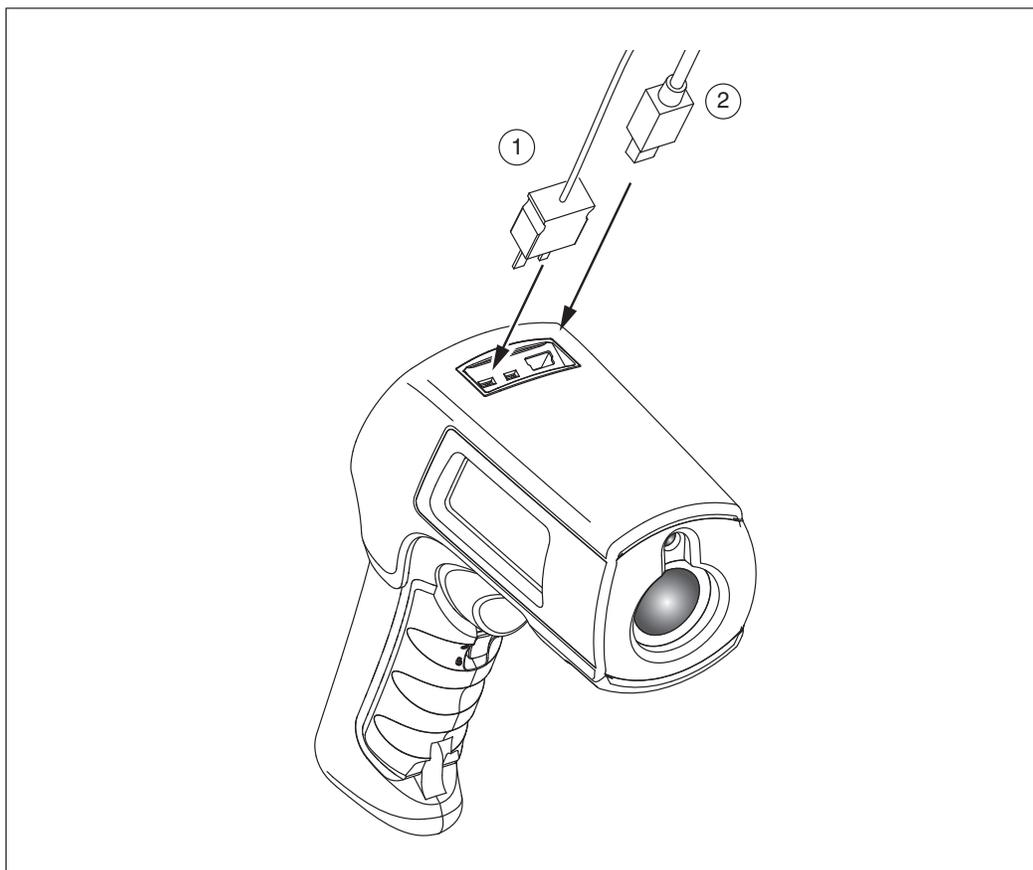

Figure 9. Connexions USB et de thermocouple
Les données stockées dans le 568 peuvent être téléchargées vers un ordinateur personnel (PC) à l'aide d'un cordon USB fourni et du logiciel de documentation FlukeView® Forms inclus. Reportez-vous à la documentation de FlukeView® Forms pour les détails L'entrée USB ② est située au sommet du thermomètre, près de l'entrée de sonde externe ① (voir Figure 9).
Les thermomètres sont fournis avec une sonde thermocouple de type K à perle. Les sondes se fixent aux thermomètres via l'entrée de la sonde située au sommet du thermomètre (voir Figure 9).